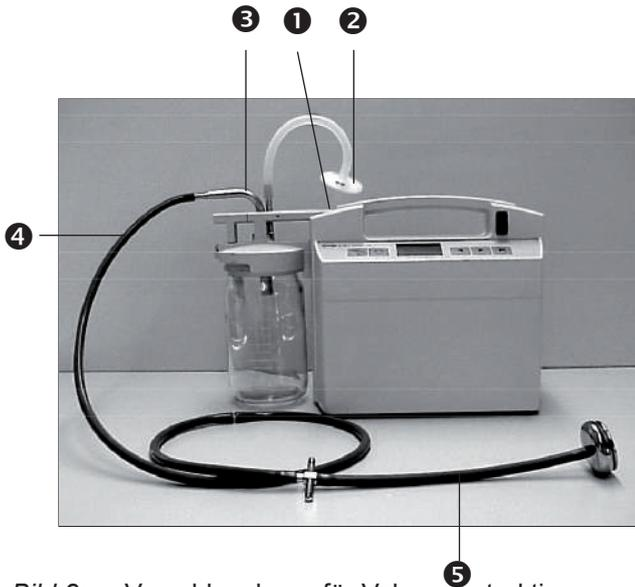

Bild 8a. Verschlauchung für Vakuumextraktion
- Verbinden Sie einen kurzen Schlauch mit dem Pumpenstutzen (①, Bild 8a) und dem Bakterienfilter (②). Schließen Sie auf der bedruckten Seite des Bakterienfilters den zweiten kurzen Schlauch an und verbinden Sie ihn mit dem senkrechten Stutzen des Doppelstecknippels (③). Verbinden Sie den waagrechten Stutzen des Doppelstecknippels mittels VE-Saugschlauch (④) mit dem Kreuzgriff der Sauglocke (⑤).